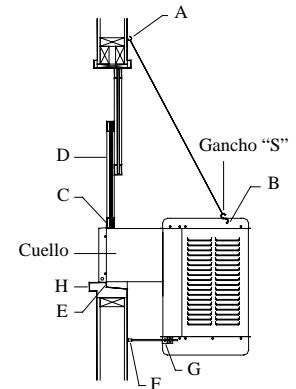

Fig. 2
Ponga los dos ganchos para la cadena arriba del cuello del enfriador, separados por una distancia equivalente al ancho de la unidad (A-fig. 2). Enganche una cadena en cada gancho y luego enganche un gancho “S” en cada cadena. **NOTA:** Los ganchos que vienen con ésta unidad tienen rosca de tornillo para madera y son para uso en paredes de madera. Las paredes de concreto o ladrillo requieren el uso de tuercas mariposas de suficiente fuerza o anclas con ganchos de acoplamiento.
en la ventana. Coloque el cuello del enfriador dentro de la ventana para que la parte inferior de la pestaña del cuello se asiente en la repisa de la ventana y la pestaña (E-fig. 2) se ajuste contra el borde de la repisa (H-fig. 2). Con el enfriador situado en la ventana, enganche los ganchos “S” en los agujeros encontrados en la esquina trasera superior de la unidad (B-fig. 2).
- **Coloque la ventana detrás de la guarda de retención.** Levante la parte trasera del enfriador para que la ventana (D-fig. 2) pueda bajarse y quedar detrás de la parte superior de la guarda de retención (C-fig. 2).
- **Ajuste las patas.** Saque las patas (F-fig. 2) para que los topes de hule descansen contra el costado de la pared. Apriete el tornillo del collar (G-fig. 2).